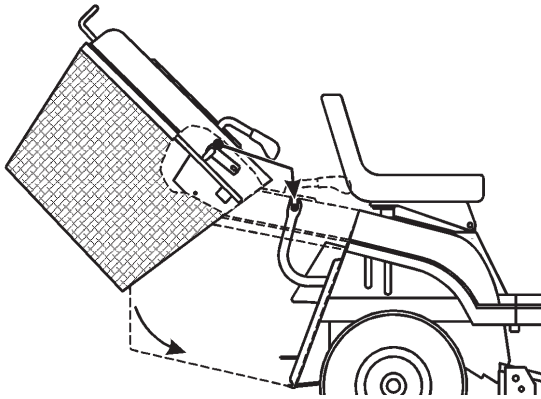

Figure 39
1. Tenez le bac des deux mains et basculez-le en avant (Fig. 39).
2. Inclinez le bac en avant d'environ 40 degrés et glissez-le sur les 2 supports à l'arrière du tracteur (Fig. 39).